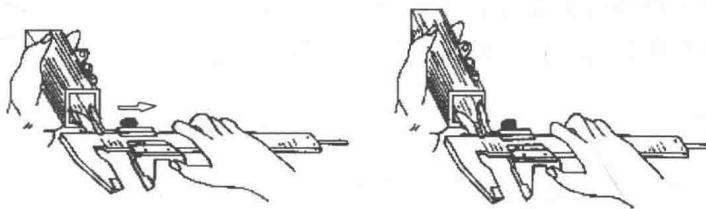

图 1-16 用游标卡尺测量内尺寸
- 4) 工件内尺寸的测量如图 1-16 所示，具体步骤如下。
- ① 将卡尺的内量爪张开到比被测尺寸稍小的位置。
- ② 将卡尺的固定测量爪靠在工件的孔或沟槽侧壁上，然后慢慢拉动尺框，使活动测量爪沿着直径方向轻轻接触到被测孔或沟槽的侧壁。
- ③ 慢慢游动活动测量爪，找出最大尺寸部位。
- ④ 拧紧紧固螺钉，读出数值。